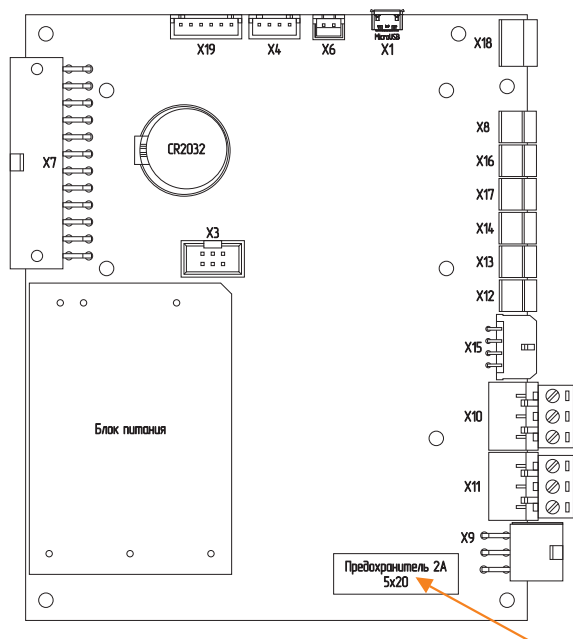

Рис. 22 Плата контроллера
3. Замените предохранитель Рис. 22 (запасной предохранитель в базовой комплектации котла).